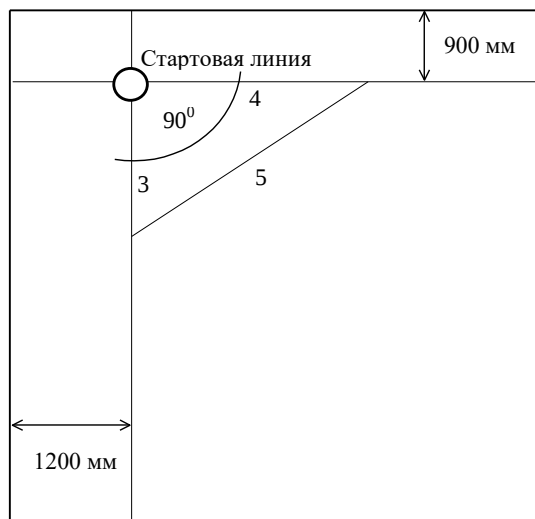

Рис.1
Отправная точка определяется приблизительно на расстоянии 1200 мм от двух смежных стен, где используются целые панели, или 900 мм для половинчатых панелей. (Рис. 1)
Сетка должна быть установлена так, чтобы целые панели не превысили максимум допустимого промежутка 15 мм между стеной и периметром помещения, а также для возможной коррекции неровности стены (Рис. 1).
- 4.4. **Установка стартовой линии.** После определения отправной точки, местоположение которой определяется пересечением перпендикулярных линий, которые не превышают 1200 мм (900 мм) от смежных стен. Проверьте соответствие прямого угла, используя или лазерный уровень или используя метод треугольников, как показано на Рис. 1.